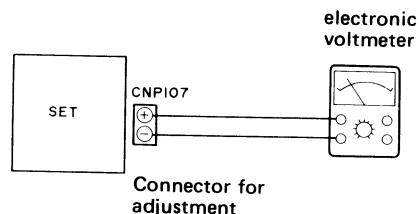

Figure 44-1
1. Make a connection of instruments as shown in Fig. 44-1, and load the set with a test record (TOSHIBA: LF-1003) or an ordinary LP record (as clean as possible) having a wide lead-out area.
- Die Instrumente gemäß Abb. 44-1 anschließen und eine Testschallplatte (TOSHIBA: LF-1003) oder eine gewöhnliche Langspielplatte (die möglichst sauber ist) mit einem großen Einlaufbereich in das Gerät einsetzen.
- Brancher les instruments comme le montre la Fig. 44-1 et charger un disque d'essai (TOSHIBA: LF-1003) ou un disque 33 tours normal (aussi propre que possible) qui présente une zone d'entrée large, dans l'appareil.